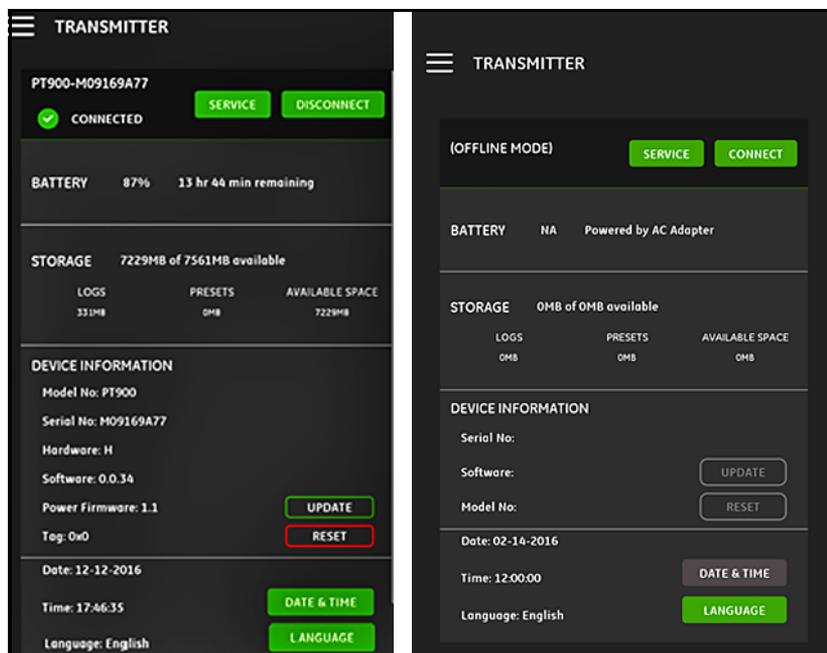

Figure 103 : menus **CONNECTED** (**CONNECTÉ**) (à gauche) et **OFFLINE** (**HORS LIGNE**) (à droite)
**Important :** *Avant de créer un journal, assurez-vous de synchroniser les paramètres d'heure du transmetteur et de la tablette en cliquant sur le bouton **DATE & TIME (DATE ET HEURE)** du menu **TRANSMITTER (TRANSMETTEUR)** (voir la *Figure 103* à la page 110).*
1. Assurez-vous que les paramètres d'heure du transmetteur et de la tablette sont synchronisés en réglant l'heure du transmetteur dans le menu **TRANSMITTER> (TRANSMETTEUR) DATE & TIME (DATE ET HEURE)** (voir la *Figure 103* à la page 110).
Si un transmetteur PT900 est **CONNECTÉ** à l'application de la tablette par *Bluetooth*, le menu **TRANSMITTER** (TRANSMETTEUR) affiche des informations à propos du transmetteur PT900, de la batterie et de l'utilisation de la mémoire. Cependant, si la connexion est **HORS LIGNE**, ces informations ne sont pas disponibles. Reportez-vous aux exemples des deux cas dans la *Figure 103* ci-dessous.
7. Allez dans le menu **TRANSMITTER** (TRANSMETTEUR) (voir la *Figure 103* à la page 110) puis vérifiez l'exactitude des informations de l'appareil.